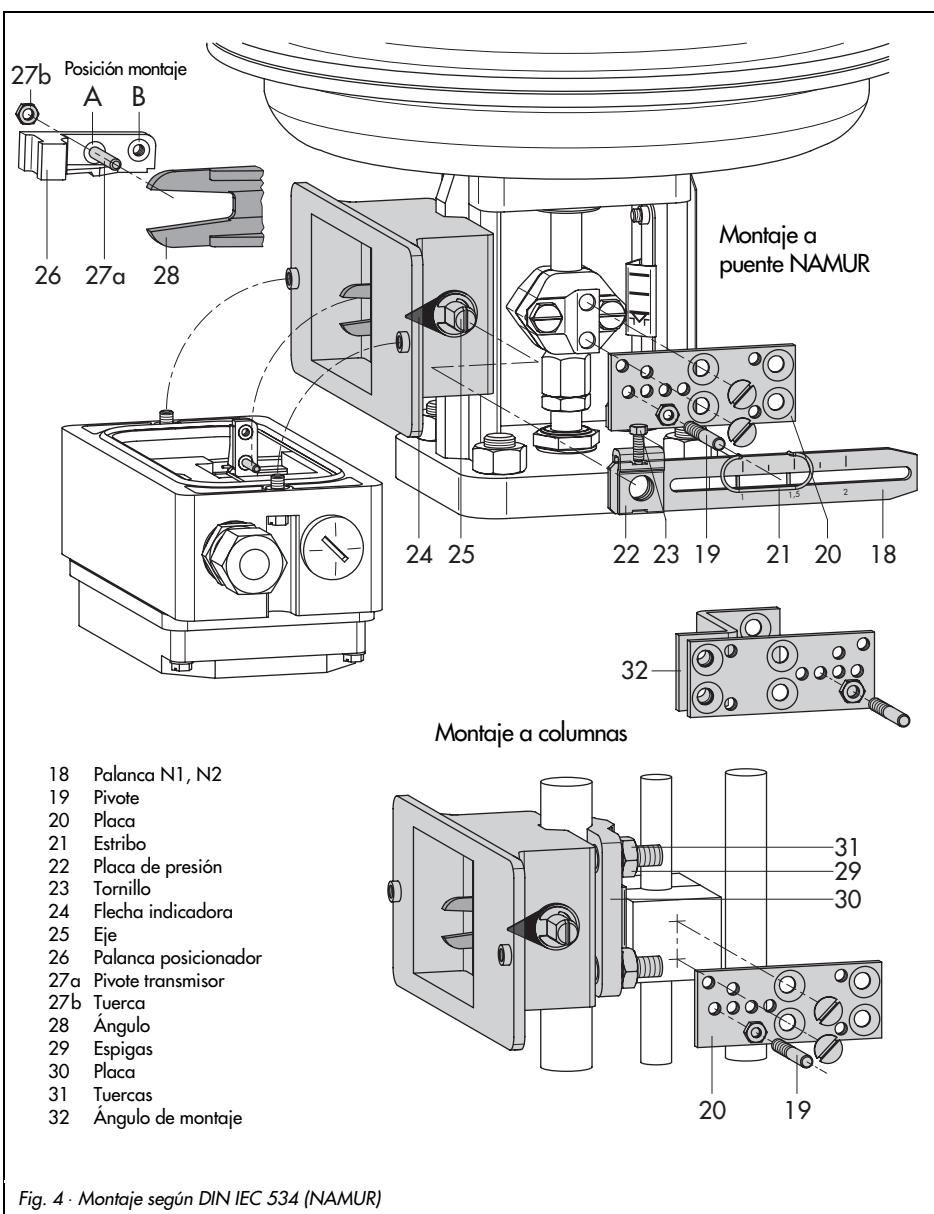

Fig. 4 · Montaje según DIN IEC 534 (NAMUR)
Para el montaje se requiere un adaptador y se efectúa según la fig. 4. La carrera de la válvula se transmite a través de la palanca (18) y del eje (25) al ángulo (28) del adaptador y de allí al pivote (27) de la palanca del actuador.